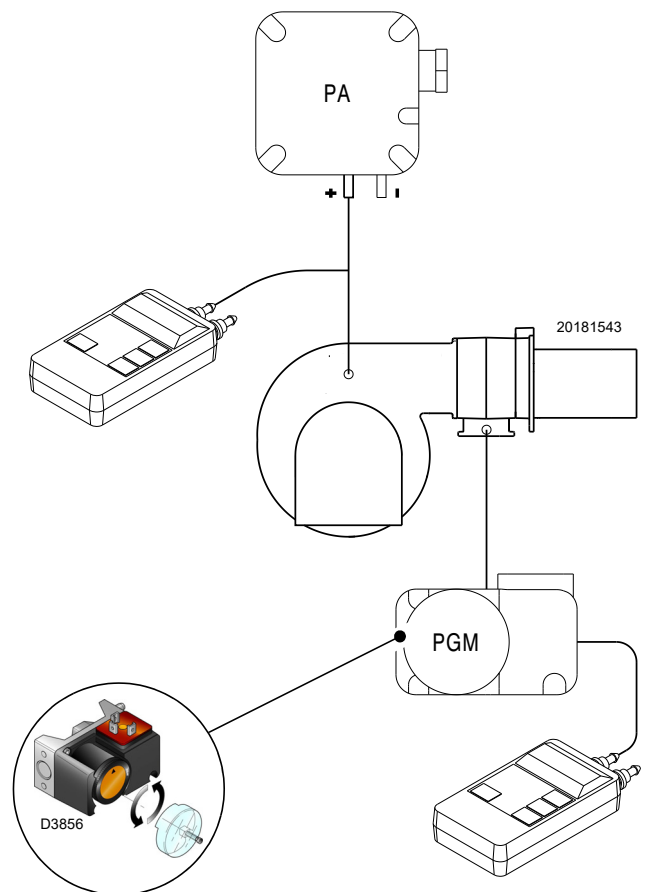

Fig. 31
- Regular el presostato gas de máxima (Fig. 31 en la pág. 28) en el fin de la escala.
Después de haber efectuado todas las demás regulaciones del quemador, con el presostato gas de máxima regulado al final de la escala, efectuar la regulación del presostato gas de máxima, (Fig. 31).